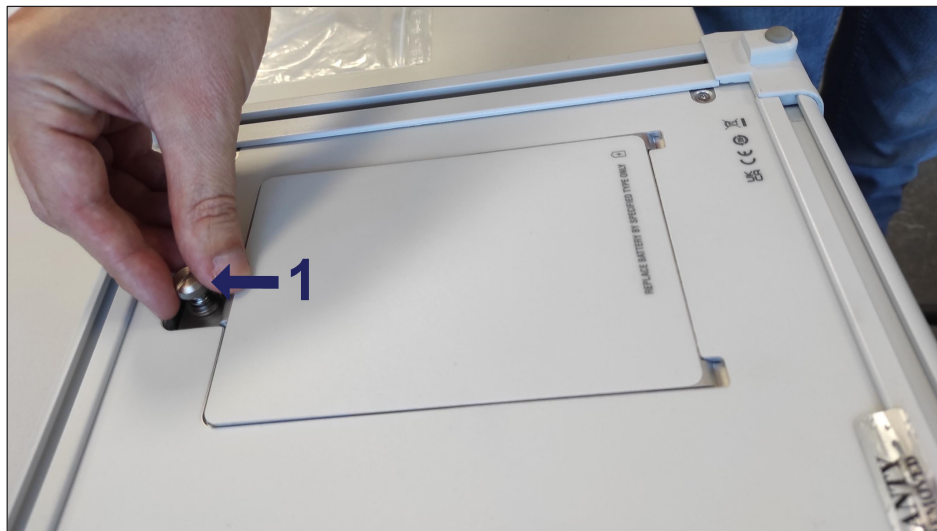

図3.7 カバーを取り外すために固定ピンを緩めます。
- ▶ セルフクリンチングファスナを反時計回りに緩めます（図3.7の1）。